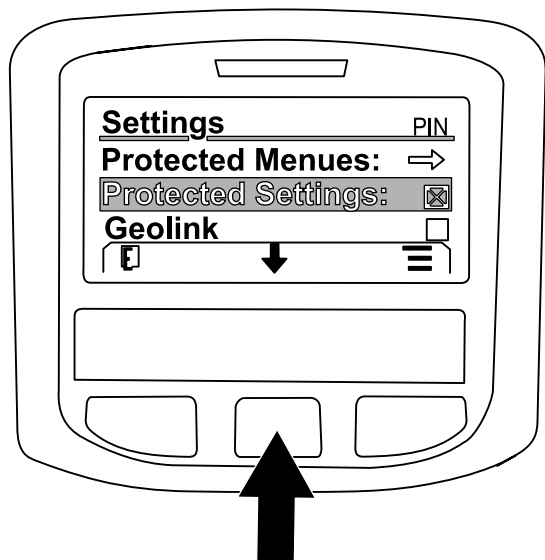

Figura 229
7. Premete il pulsante centrale per navigare all'opzione GEOLINK, poi premete il pulsante destro per impostare l'opzione (Figura 229).